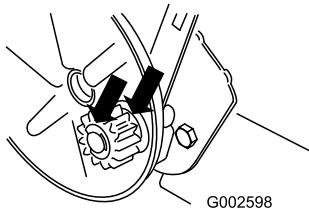

Figure 32
2. Appliquez une couche d'huile de graissage à l'intérieur et à l'extérieur des engrenages, de la manière indiquée (Figure 32).